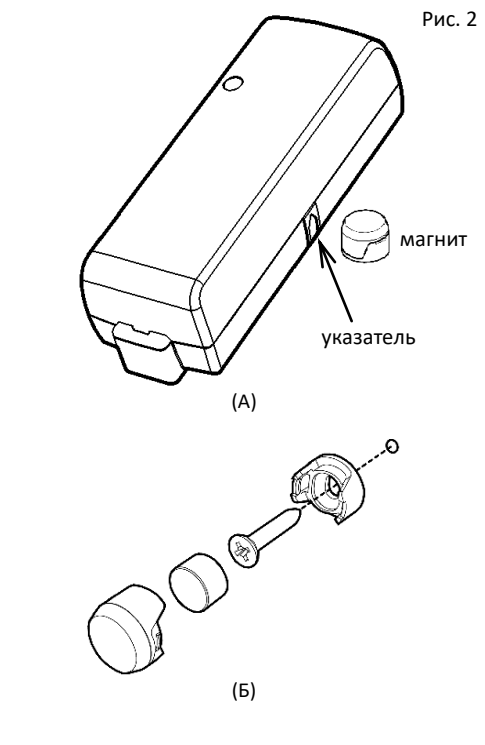

Рис. 2
Цилиндрический магнит (10) устанавливается в месте расположения указателя на корпусе извещателя (рис.2, А) и закрепляется на поверхности с помощью шурупа (рис.2, Б).